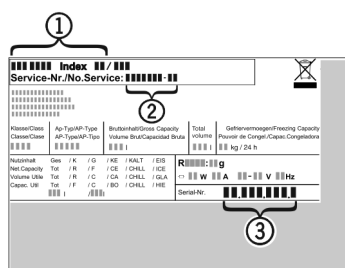

Fig. 11
- Gerätebezeichnung *Fig. 11 (1)*, Service-Nr. *Fig. 11 (2)* und Serial-Nr. *Fig. 11 (3)* vom Typenschild ablesen. Das Typenschild befindet sich an der linken Geräteinnenseite.
- Den Kundendienst benachrichtigen und den Fehler, Gerätebezeichnung *Fig. 11 (1)*, Service-Nr. *Fig. 11 (2)* und Serial-Nr. *Fig. 11 (3)* mitteilen.